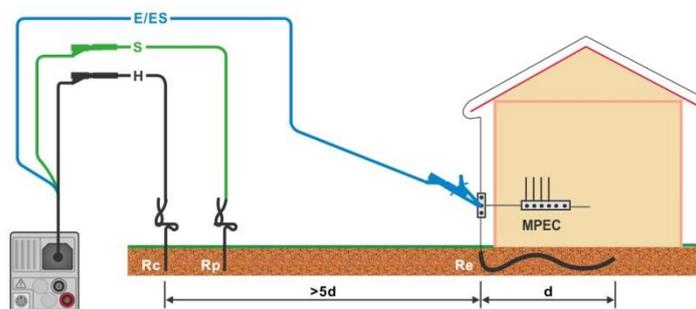

Abbildung 7.49: Widerstand zu Erde, Messung der Haupterdung der Anlage
- › Schließen Sie die Prüflitungen am Prüfobjekt an., siehe **Abbildung 7.49**